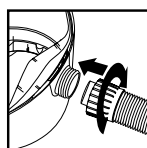

FIGURE 25
34. Réinsérez le tuyau dans l'admission et serrez l'écrou autobloquant. **FIGURE 25.**